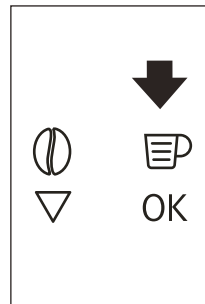
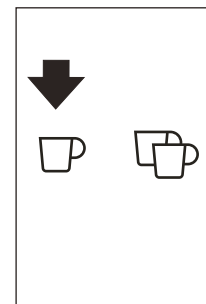
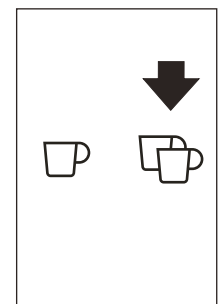

Fig. 18
Fig. 19
Fig. 20
- ▶ Premere l'icona ☉ (B5) (Fig. 18) per selezionare il tipo di caffè desiderato: espresso, tazza piccola, tazza media, tazza grande, mug. Premere l'icona ☪ (B10) (Fig. 19) se si desidera fare un caffè, se, invece, si desidera fare 2 caffè premere l'icona ☪☪ (B11) (Fig. 20). A questo punto la macchina macina i chicchi ed esegue l'erogazione nella tazza. Una volta ottenuta la quantità di caffè pre-impostata, la macchina ferma l'erogazione automaticamente e provvede all'espulsione della pasticca esausta di caffè nel contenitore dei fondi.